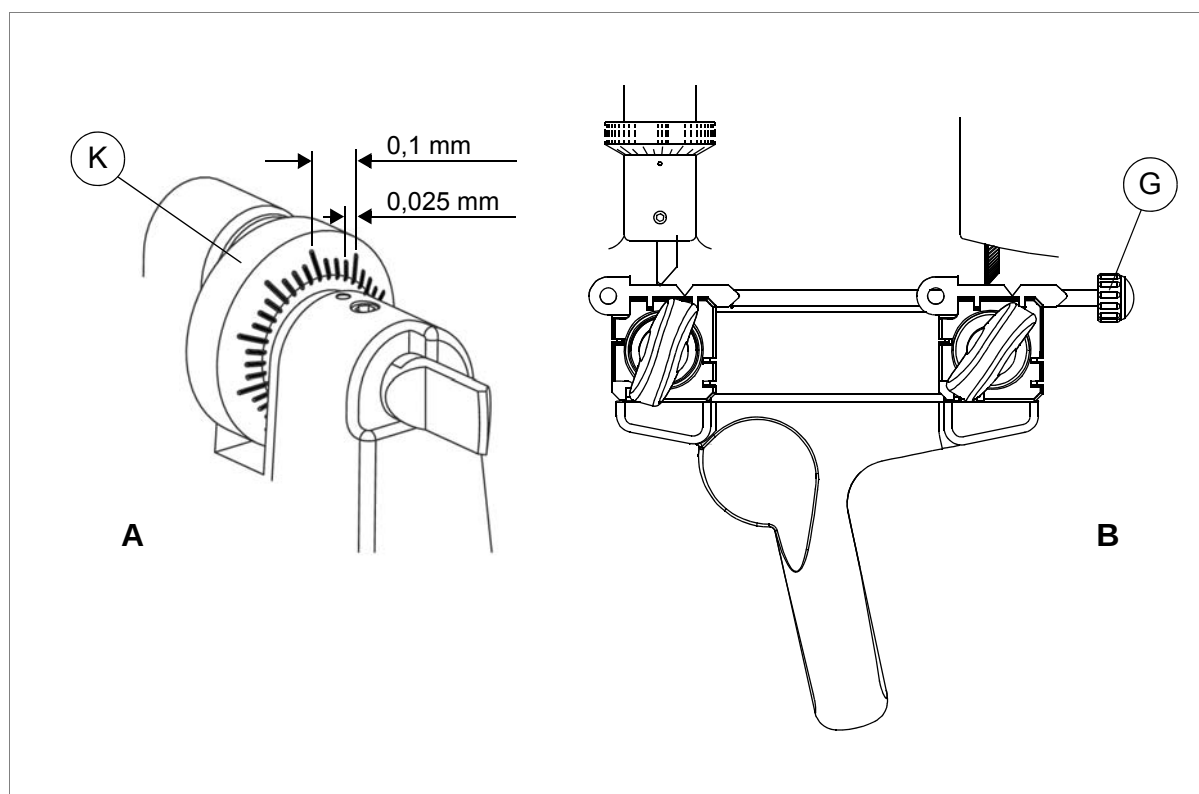

Fig. 12
- 2) Posicione as chaves de ajuste (entregues anexas) nos mordentes (fig. 12-B).
- 3) Verifique se as chaves de ajuste estão bem apoiadas nos mordentes (fig. 12-B).
- 4) Rode a haste dos paquímetros (G) para si e leve os paquímetros (H) em contacto com as chaves de ajuste (fig. 12-B). Baixe a haste dos paquímetros (G).
ATENÇÃO: a bucha centesimal efectua uma variação de 0,025 mm por cada marca (fig. 12-A).